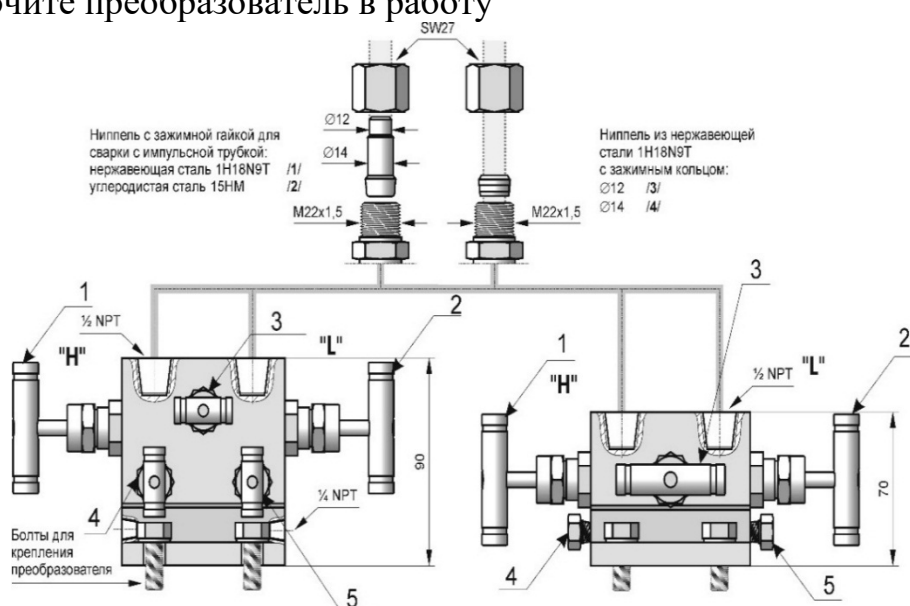

Рисунок 1 – Схема подключения вентиляей VM-3 и VM-5
2.2.16.1.1 Включение в работу преобразователей с вентилями VM-3 и/или VM-5 (рисунок 1) производится следующим образом:
2.2.17.1 Преобразователь APR-2000G/ALW также может быть оснащен адаптером типа С (рисунок Б.4), предназначенный для установки вентиля VM-3 или VM-5 (рисунок 1), производства ООО «АПЛИСЕНС». Изготовитель может поставить преобразователи уже с установленными вентилями VM-3 или VM-5.